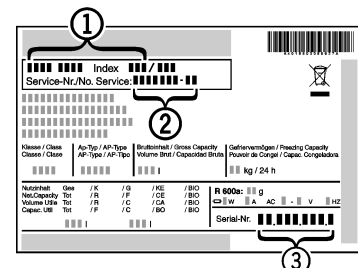

Fig. 16
- Наименование устройства *Fig. 16 (1)*, сервисный № *Fig. 16 (2)* и серийный № *Fig. 16 (3)* считайте с заводской таблички. Заводская табличка находится внутри устройства слева.
- Обратитесь в сервисную службу и сообщите вид неисправности, наименование устройства *Fig. 16 (1)*, сервисный № *Fig. 16 (2)* и серийный № *Fig. 16 (3)*.